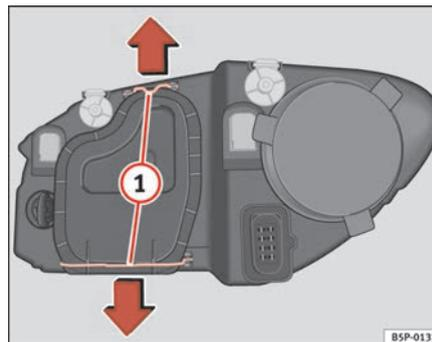

Abb. 184 Abblendlicht
- Die Streben ⇒ Seite 264, Abb. 184 ① in Pfeilrichtung verschieben und den Deckel abnehmen.